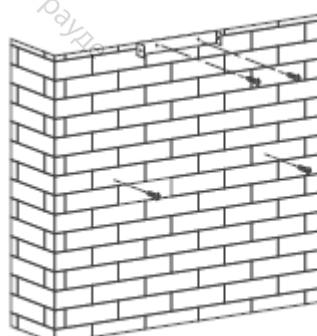

Рис. 2
- После определения нужной высоты расположения вытяжки, отмерьте местоположение отверстий для крепления прибора и кронштейна внутреннего воздуховода. Просверлите 4 отверстия Ø 8: 2 для крепления кронштейна внутреннего короба и 2 отверстия для крепления корпуса. Следите, чтобы прибор был выровнен в горизонтальной плоскости. Место крепления кронштейна внутреннего короба - самая высокая точка вытяжки. См. рис. 2.
- С помощью дюбелей закрутите 4 x 30 мм винта в стену, затем с помощью двух винтов 4 мм x 40 мм закрепите кронштейн внутреннего короба на стене. См. рис. 2.